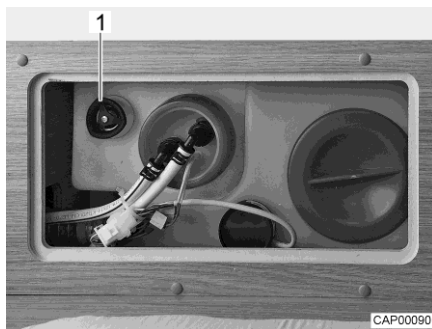

Fig. 62 Serbatoio dell'acqua con maniglia girevole
- Sul serbatoio dell'acqua ruotare la maniglia girevole (Fig. 62,1) in senso antiorario, oltre la resistenza verso l'esterno fino all'arresto, per aprire completamente l'apertura di scarico.